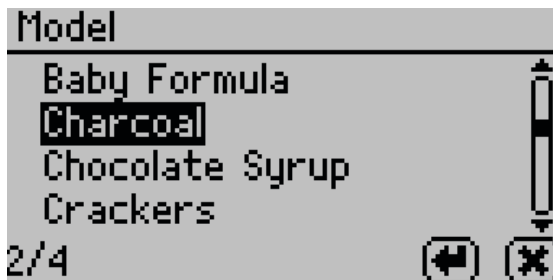

Figure 23 Moisture content model list
5. Chọn sản phẩm mong muốn (Figure 23).